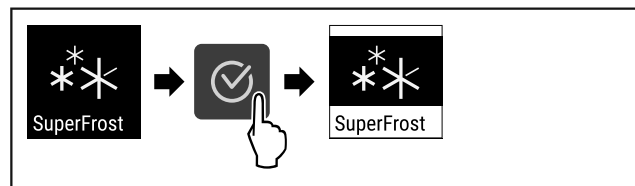

Fig. 92
- ▶ Følg anvisningene (se Fig. 92).